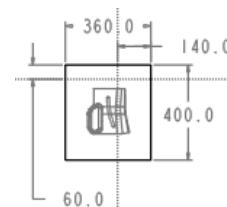

图 17.3 截面草图
(1) 选择命令。单击 **模具** 功能选项卡 **形状** 区域中的 **拉伸** 按钮。
(2) 创建实体拉伸特征。
① 定义草绘截面放置属性。在绘图区中右击，选择快捷菜单中的 **定义内部草绘...** 命令。系统弹出“草绘”对话框，然后选择 **MOLD_FRONT** 基准平面作为草绘平面，草绘平面的参考平面为 **MOLD_RIGHT** 基准平面，方位为 **右**，单击 **草绘** 按钮，系统进入截面草绘环境。
② 进入截面草绘环境后，选取 **MOLD_RIGHT** 基准平面和 **MAIN_PARTING_PLN** 基准平面为草绘参考，然后绘制图 17.3 所示的截面草图；完成截面草图的绘制后，单击“草绘”操控板中的“确定”按钮 **✓**。
③ 选取深度类型并输入深度值。在操控板中选取深度类型 **...**，再在深度文本框中输入深度值 300.0，并按 **Enter** 键。
④ 完成特征的创建。在“拉伸”操控板中单击 **✓** 按钮，完成特征的创建。